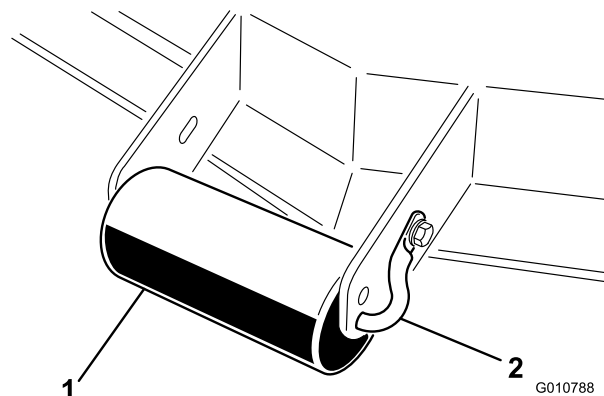

図10
1. ローラのシャフトをデッキのブラケットに固定しているキャップスクリューとナットを取り外す【図10】。